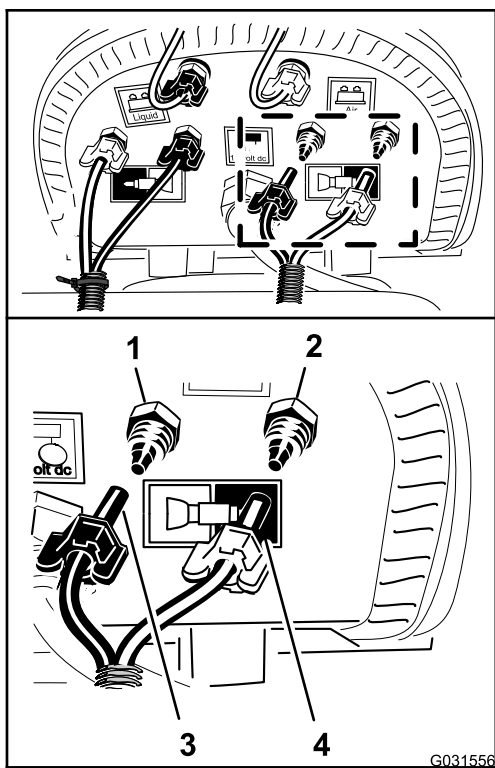

图146
5. 连接无标记没有扎带管子将左喷洒段的蓝色管子与左喷洒段供水回路的压紧接头对齐 图146。
6. 将用于管子的压紧螺母安装到接头然后用手拧紧螺母 图146。
7. 将左喷洒段的透明管子与左喷洒段空气回路的压紧接头对齐 图146。
8. 将用于管子的压紧螺母安装到接头然后用手拧紧螺母 图146。